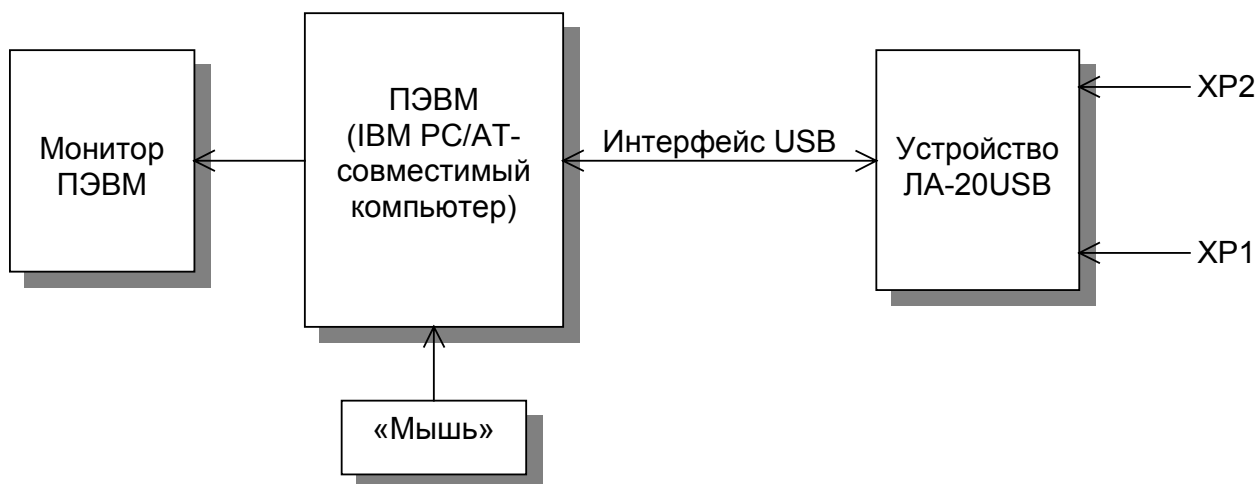

Рис. 5.1
5.5.1 Структурная схема взаимодействия составных частей прибора показана на рисунке Рис.5.1.